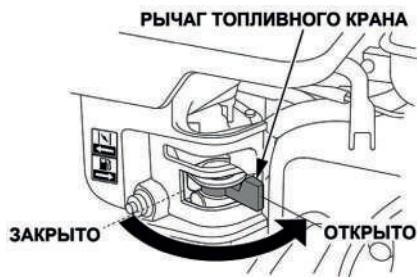

Рис. 8. Топливный кран карбюратора
2. Откройте топливный кран карбюратора. Для этого рычаг топливного крана (Рис. 8) установите в крайнее правое положение.